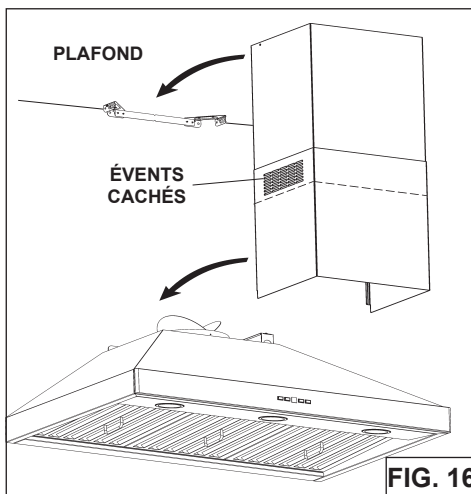

FIG. 16
6. Installez carneau décoratif supérieur et inférieur sur la hotte. Les évents sont dissimulés sur les plafonds de 8 pieds. Vents peut-être exposés à des plafonds de 9 pieds (Fig.16).